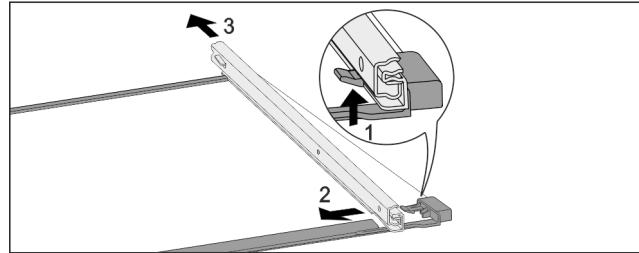

Fig. 190 Стъклена плоча с релси
- Натиснете нагоре предните фиксиращи палци. Fig. 190 (1)
- Пълзнете изтеглящата релса настрани Fig. 190 (2) и назад Fig. 190 (3).